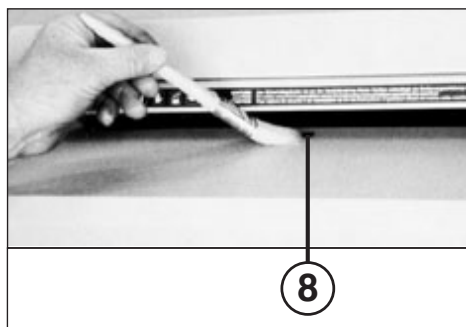

Abb. 5
**REINIGUNG DER FOTOZELLEN (8) (Abb. 5):**